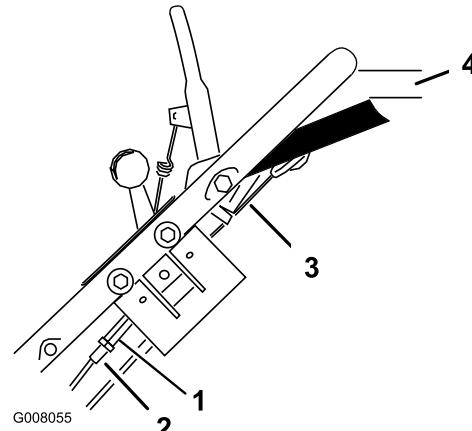

Figure 25
1. Desserrez l'écrou de fixation du dispositif de réglage (Figure 25).
2. Tournez le dispositif de réglage jusqu'à ce qu'il n'y ait plus de mou dans le câble exposé (Figure 25).